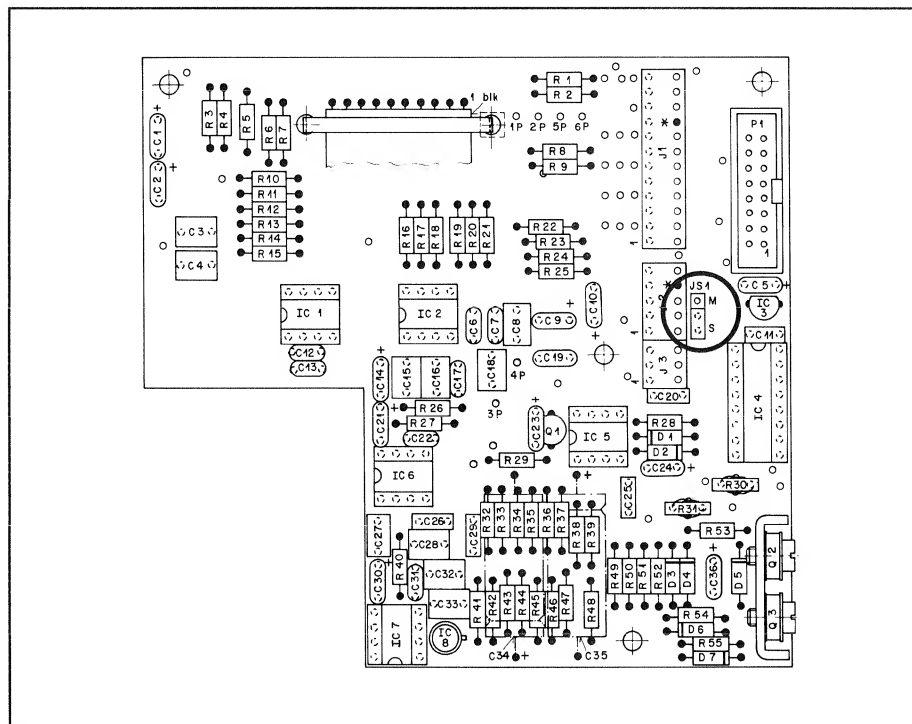

Fig. 4.9.7
- MONITOR AMPLIFIER (refer to Fig. 4.9.7):